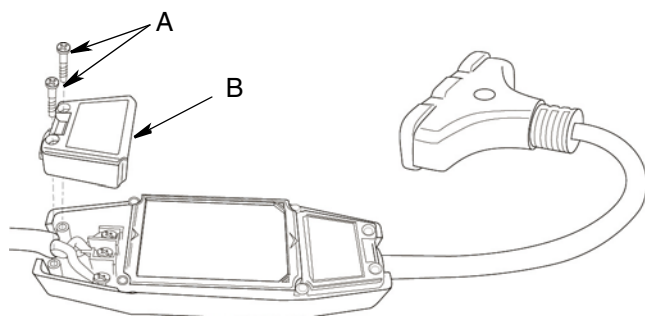

FIG. 12
Les repères utilisés dans les instructions suivantes se rapportent à la FIG. 12.
2. Desserrer les deux vis cruciformes #2 (A) sur le couvercle (B) du disjoncteur. Enlever le couvercle (FIG. 12).
3. Remettre le couvercle (B) du disjoncteur et l'attacher avec deux vis cruciformes #2 (A) (FIG. 12).